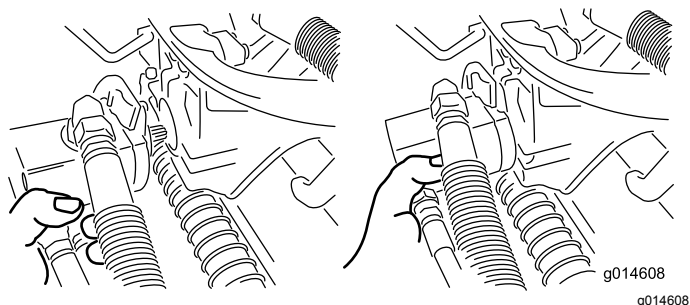

図 48
3. 外したモータは、サスペンションアームの前部にある一時保管位置にセットしておく(図 48)。